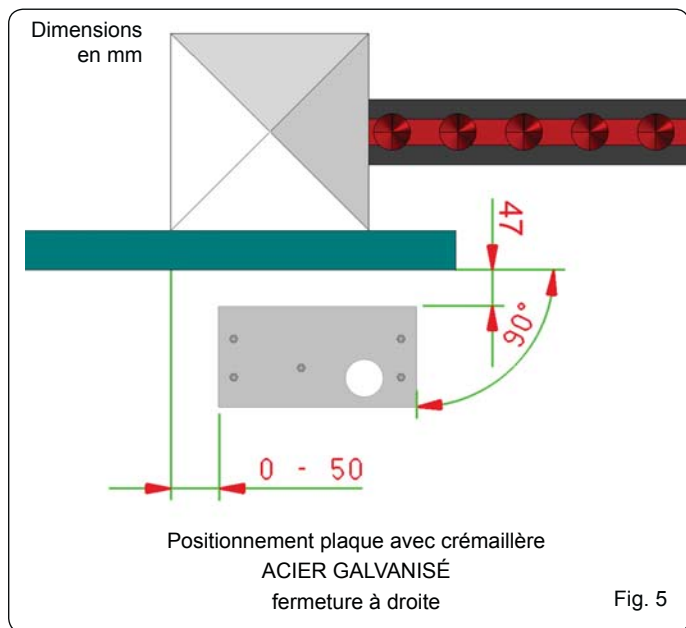
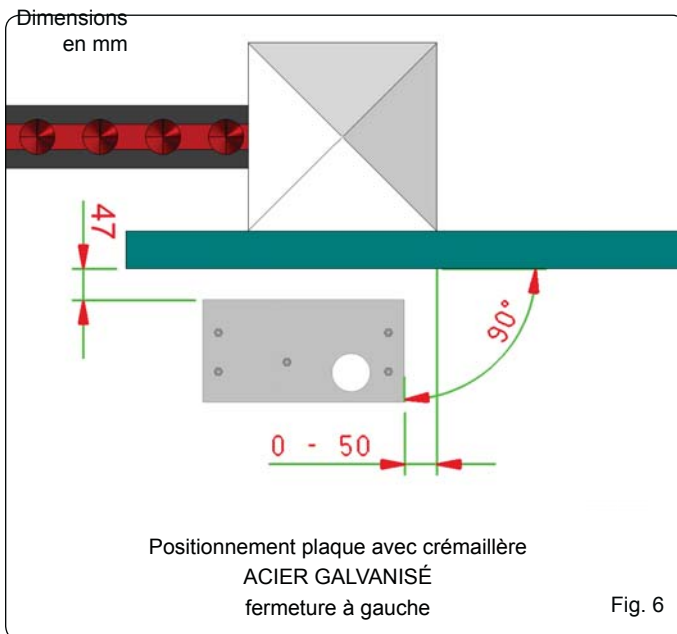

Fig. 5
Fig. 6
2. Positionner la plaque de fondation d'après la Fig. 5 (fermeture à droite) ou la Fig. 6 (fermeture à gauche) pour garantir un engrenement correct entre le pignon et la crémaillère.